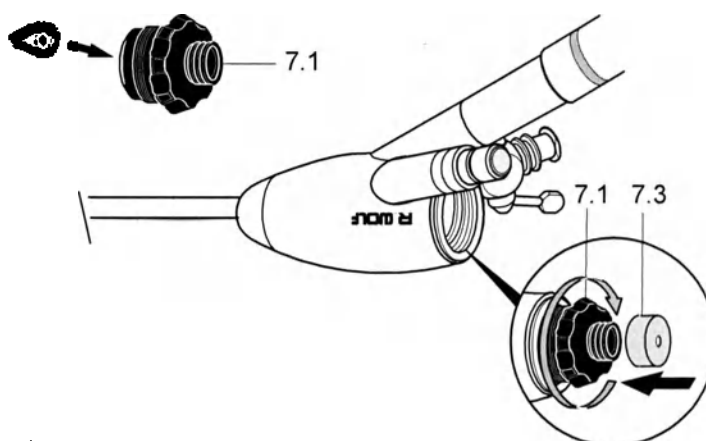

Рис. 1
- ◇ Отвинтить резьбовой колпачок (7.1) и проверить, имеется ли мембранный клапан (7.2) (рис. 1)
- ◇ Снова прочно закрутить резьбовой колпачок (7.1) (рис. 1).
- ◇ Надеть уплотнительный колпачок (7.3) (рис. 1).